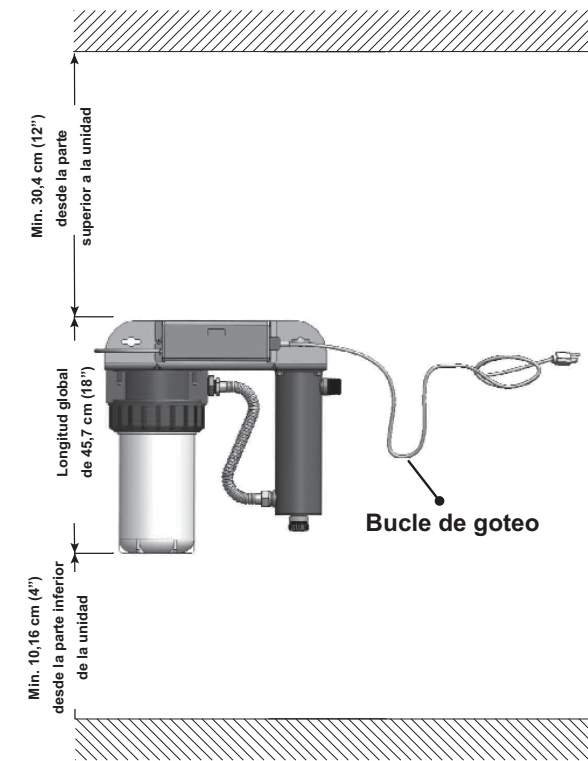

Figura 3 Instalación de la desinfección
4. Asegúrese de permitir un "bucle de goteo" en el cable de alimentación para evitar que entre agua en el controlador. Consulte Figura 3.
2. Seleccione una ubicación adecuada para el sistema de desinfección y sus componentes relacionados. Como se recomienda instalar un circuito con descarga a tierra (GFCI), asegúrese de que esto se tiene en cuenta antes de cualquier instalación. Cuando seleccione el lugar de montaje, tiene que dejar espacio suficiente para permitirle retirar el la funda tubular de la lámpara UV y para cambiar los cartuchos del filtro. Vea Figura 3 para las dimensiones típicas.
Es sistema de desinfección está diseñado para que se instale en el punto de entrada. Es muy recomendable usar bucles de goteo en los cables conectados al controlador. Consulte Figura 3.